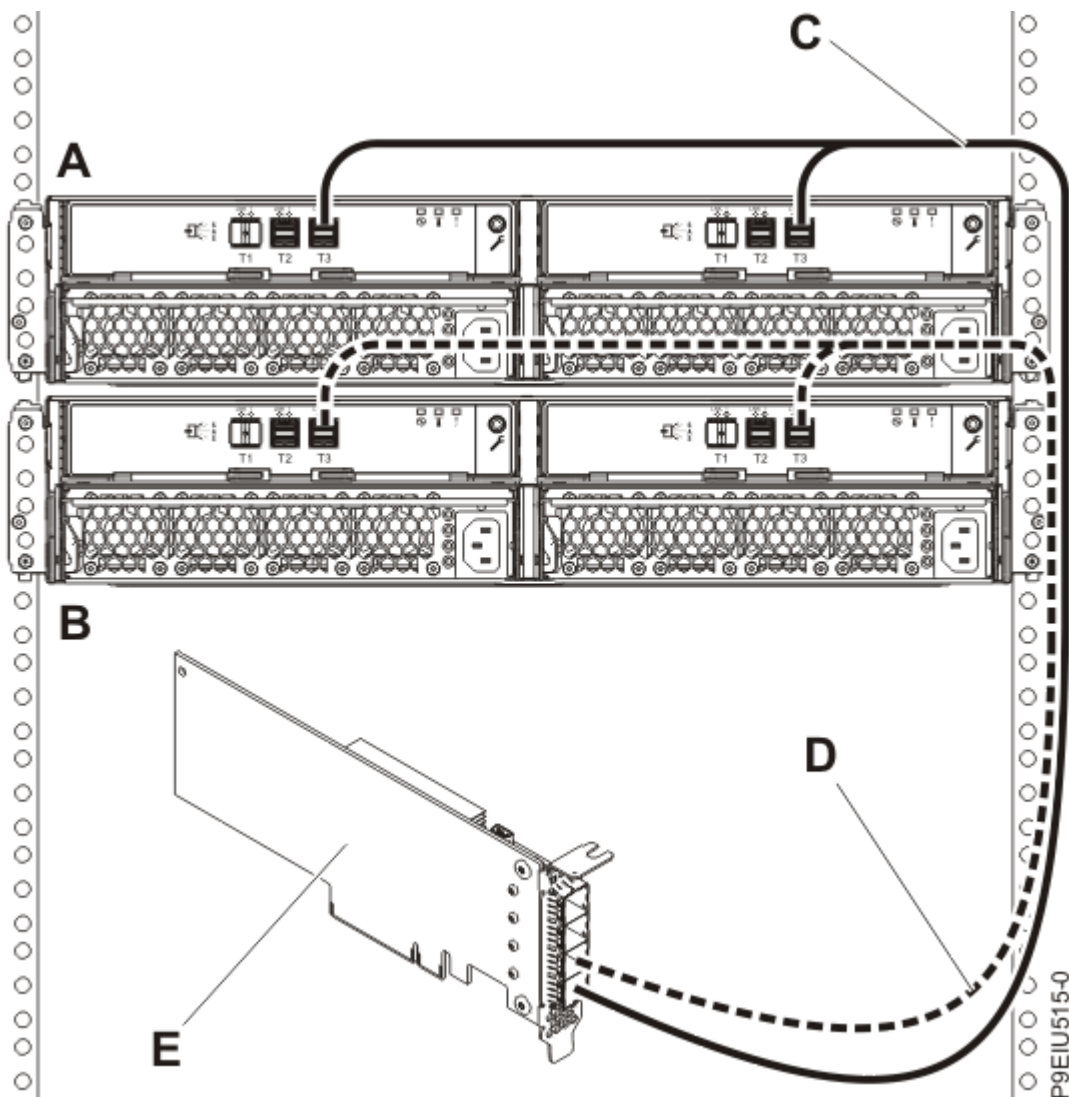

図 14. YO12 ケーブルを使用した、単一の FC EJ0J、FC EJ0K、または FC EJ0M の SAS アダプターへの 2 台の ESLL ストレージ・エンクロージャーまたは ESLS ストレージ・エンクロージャーのモード 1 接続
14. 次に、20 ページの図 14 に示すように、YO12 ケーブル (C および D) を使用して 2 台のエンクロージャー (A および B) を単一の FC EJ0J、FC EJ0K、または FC EJ0M の SAS アダプター (E) にモード 1 で接続してから、30 ページの『ケーブルと電源コードの接続およびカバーの取り付け』に進みます。